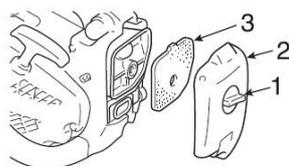

Fig. 17
- Svitare manualmente il tappo (Fig. 17-①) del coperchio del filtro dell'aria (Fig. 17-②) in senso antiorario, quindi rimuovere il coperchio (Fig. 17-②).
- Estrarre il filtro (Fig. 17-③).
- Rimontare il filtro dell'aria (Fig. 17-③) e il coperchio (Fig. 17-②).